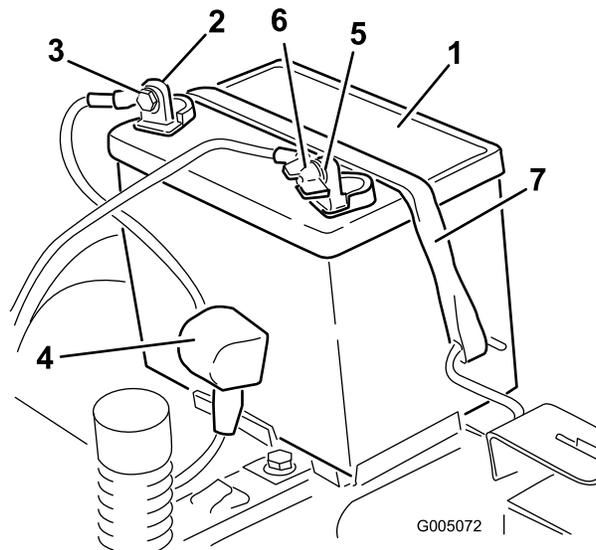

Figure 44
4. Débranchez le câble négatif (noir) de mise à la masse de la borne de la batterie (Figure 44).
6. Débranchez le câble positif (rouge) de la borne de la batterie (Figure 44).
7. Déposez la barrette de maintien de la batterie (Figure 44) et soulevez la batterie de son support.
1. Placez la batterie sur son support (Figure 44).
5. Fixez la batterie en place à l'aide de la sangle de maintien (Figure 44).